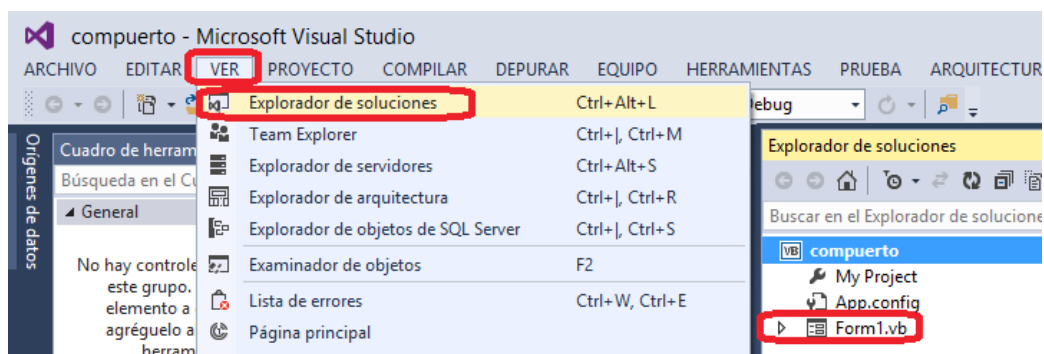

Figura 7. Ver código del programa.
5. Una vez comprobado el envío y recepción tanto de texto como de hexadecimales, se revisará el código del programa, para ello de clic en el menú "Ver" y luego en "Explorador de soluciones". Cuando el explorador aparezca de doble clic en "Form1.vb" (Ver Figura 7).